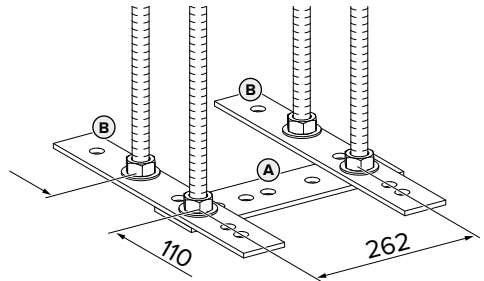
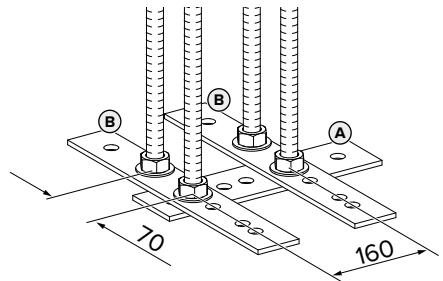

Рис. 1: Размеры [мм]
Рис. 2: Размеры [мм]
- ▶ С учетом размеров на Рис. 1 и Рис. 2 вставить резьбовые шпильки в стальные полосы. Стальная полоса (A) и стальные полосы (B) должны располагаться под прямым углом (90°).